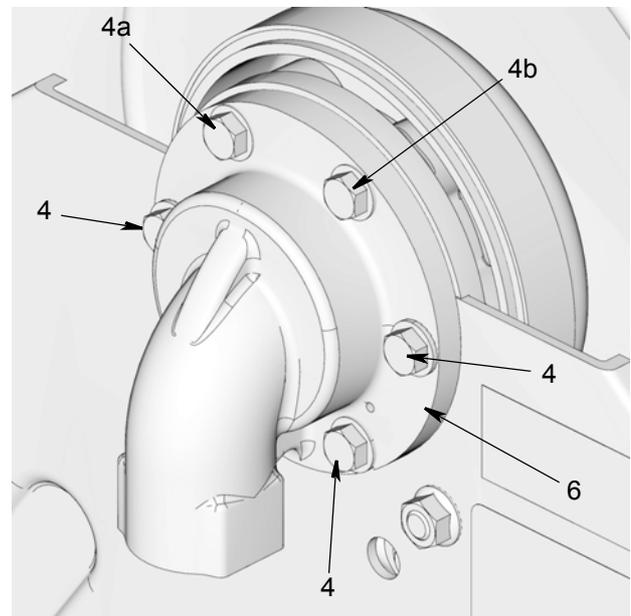

FIG. 3
Zu nachfolgenden Schritten, siehe FIG. 3.
3. Schrauben (4) entfernen.
4. Drehgelenk (6) entfernen und auf gewünschte Position drehen.
5. Zuerst die oberen 2 Schrauben (4a und 4b) laut FIG. 3 installieren. Schrauben nur so festziehen, dass alle Teile in ihrer Position gehalten werden.
6. Dann verbleibende Schrauben (4) installieren. Handfest festziehen und dann alle Schrauben auf 33,9 bis 47,45 N•m (25 bis 35 ft-lb) festziehen.